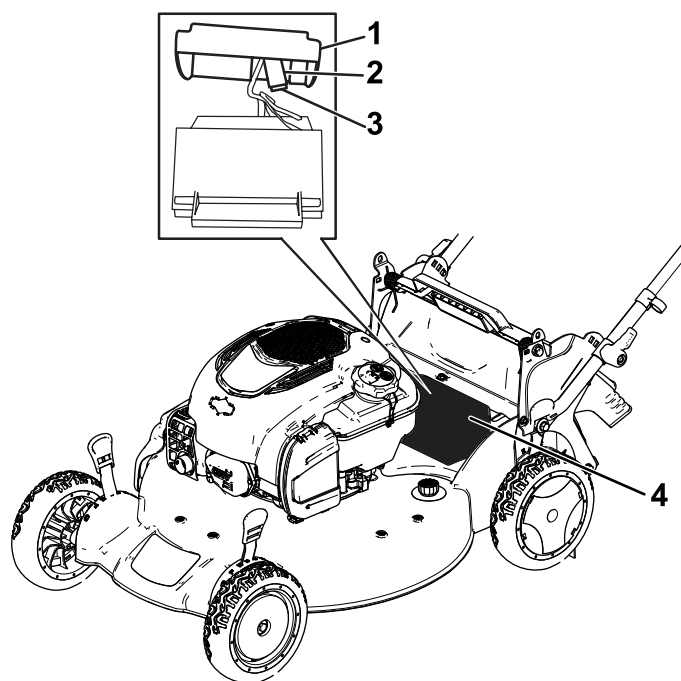

Bild 30
1. Nehmen Sie die Abdeckung vom Batteriefach ab (Bild 30).
2. Nehmen Sie die Batterie heraus und ermitteln die Sicherung (Bild 30).
3. Wechseln Sie die Sicherung im Sicherungshalter aus (Bild 30).
4. Setzen Sie die Abdeckung auf das Batteriefach (Bild 30).